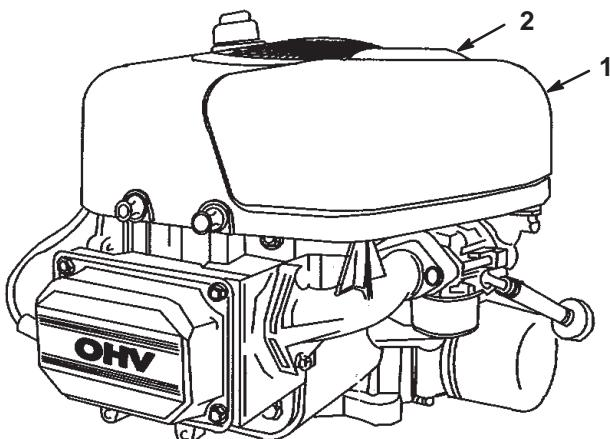

Bild 24
3. Reinigen Sie den Bereich um den Luftfilter herum, um zu verhindern, dass Schmutz in den Motor fällt und Schäden verursacht. Ziehen Sie den Griff am Luftfilterdeckel hoch und drehen ihn in Richtung des Motors (Bild 24). Entfernen Sie den Luftfilterdeckel.